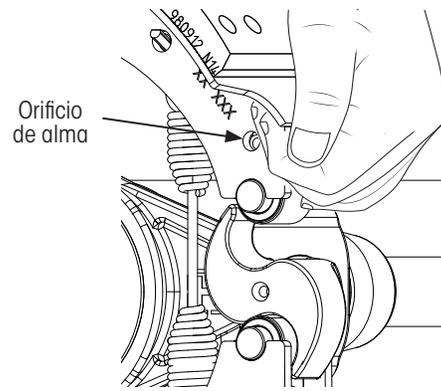

Figura 47: Colocación de un nuevo resorte de retorno de freno
13. **Bloquee** de forma segura el clip de retención en los orificios de la alma de la zapata de freno (Figura 47).
4. **Bloquee** de forma segura el clip de retención en los orificios de la alma de la zapata de freno (Figura 47).